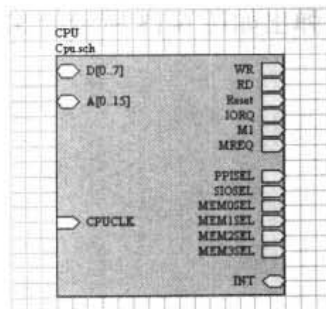

图 6-16 完成 CPU 方块电路图的出入口放置
- (11) 绘制 CPU 方块图的其他出入口：绘制完 CPU 后，系统仍处于放置方块电路出入口状态，可按照步骤（8）～（10）讲述的方法，绘制好 CPU 方块电路图的其他出入口，如图 6-16 所示。